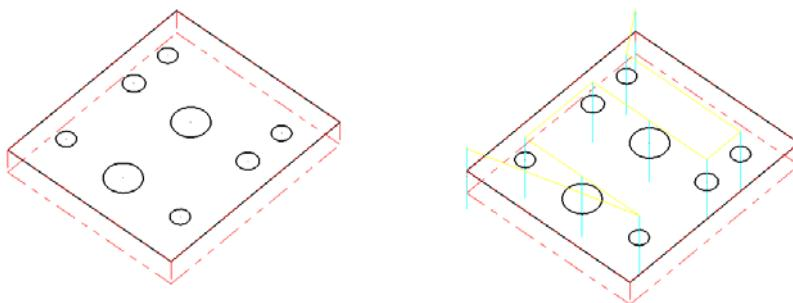

图 9-125 钻孔加工
5. 通过对如图 9-125 所示的二维图形进行钻孔加工，创建刀具路径。